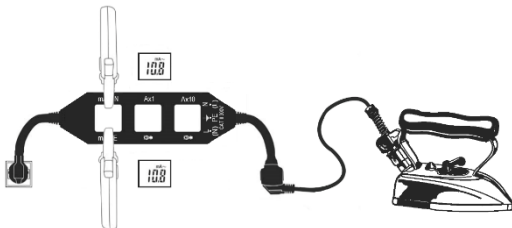

Fig. 3
4. Lisez la valeur directe du courant de fuite (conducteur PE) dans l'anneau **mA-PE** ou la valeur indirecte/ valeur différentielle du courant de fuite (conducteur L-N) dans l'anneau **mA-L-N** (voir fig. 3).